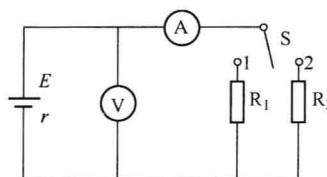

图 1-1-1 电源参数测试原理图
(1) 直接测量法是指将被测量与作为标准的量直接比较，或用事先刻度好的测量仪表进行测量，从而直接测得被测量数值的测量方法。例如使用模拟万用表的电压挡测量电压，使用模拟万用表的欧姆挡测量电阻，使用直流电桥测量电阻等。
(2) 间接测量法是指通过与被测量有一定函数关系的几个量进行直接测量, 然后再按这个函数关系计算出被测量数值的测量方法。例如使用伏安法测量电阻。
(3) 组合测量法是指直接或间接地测量与被测量有一定函数关系的某些量, 再通过联立方程组求得被测量数值的方法。例如测量电源参数 E 和 r , 测试原理图如图 1-1-1 所示, R_1 、 R_2 均为未知电阻, 开关 S 置 1 时, 电压表读数为 U_1 , 电流表读数为 I_1 ; 开关 S 置 2 时, 电压表读数为 U_2 , 电流表读数为 I_2 ; 则可使用方程组 $\begin{cases} E = U_1 + I_1 r \\ E = U_2 + I_2 r \end{cases}$ 解得电源参数 E 和 r 的值。